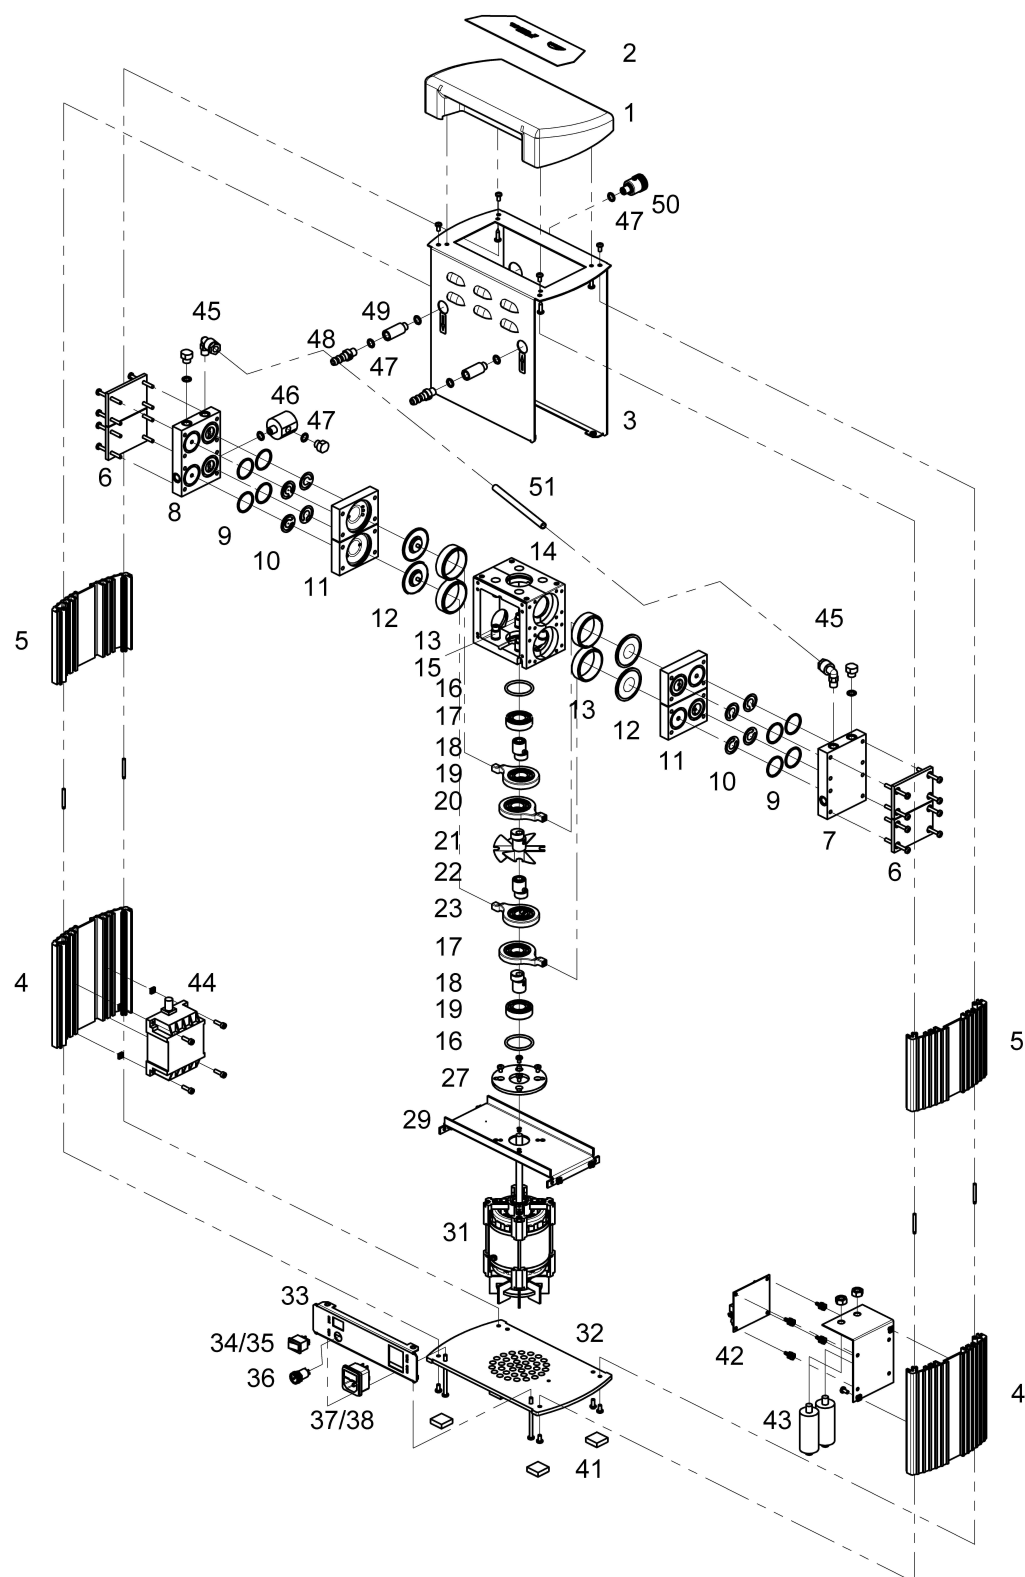

Fig. 5 Dessin d'explosion MPC 105 T (115/230 V)
3. Placez en position centrale la bielle (voir fig. 5 - 7) et le disque de membrane **(6)**.